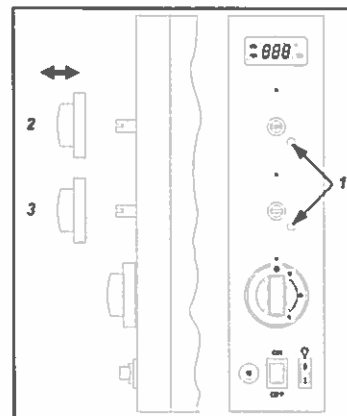

FIG.10 (RÉGLAGE MINIMUM BRÛLEURS PLAFOND ET SOLE)
- E) POUR LE FONCTIONNEMENT EN GPL (G30-G31) LE MINIMUM EST FIXE ET LA VIS (FIG.10-RÉF.1) DOIT ÊTRE VISSÉE À FOND; POUR LE FONCTIONNEMENT AVEC DES AUTRES TYPES DE GAZ LE MINIMUM EST RÉGLABLE COMME SUIVANT: ENLEVER MANUELLEMENT LA POIGNÉE DU BRÛLEUR DU PANNEAU DE CONTRÔLE (FIG.10-RÉF.2/3):
-DÉVISSER LA VIS (FIG.10-RÉF.1) DE 2/3 DE TOUR ET INSÉRER DE NOUVEAU LA POIGNÉE.
-ENLEVER ENCORE LA POIGNÉE ET VISSER LA VIS (FIG.10-RÉF.1) JUSQU'À CE QUE LA FLAMME RESTE STABLE